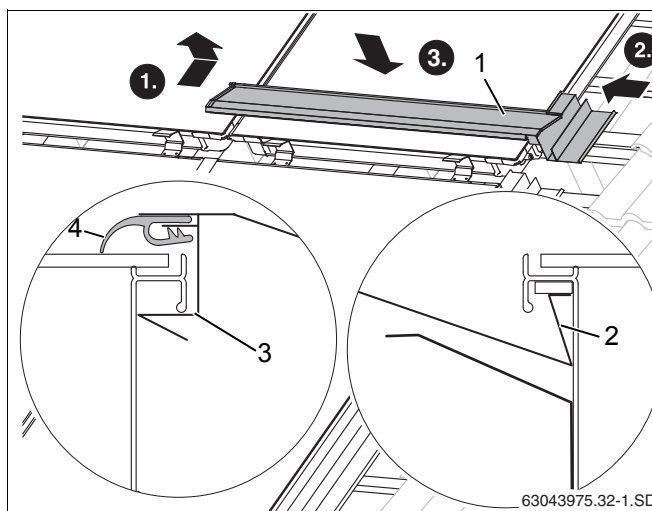

Рис. 51 Установка первого среднего накладного листа
- ▶ Уложите отогнутый край накладного листа (рис. 51, [2]) в раму коллектора.
- ▶ Подведите накладной лист (рис. 51, [1]) к коллектору и вставьте в правой боковой накладной лист.
- ▶ При нажатии на лист он входит под раму коллектора (рис. 51, [3]).
- ▶ Сверху на коллектор нужно уложить и вытянуть резиновый язычок (рис. 51, [4]).